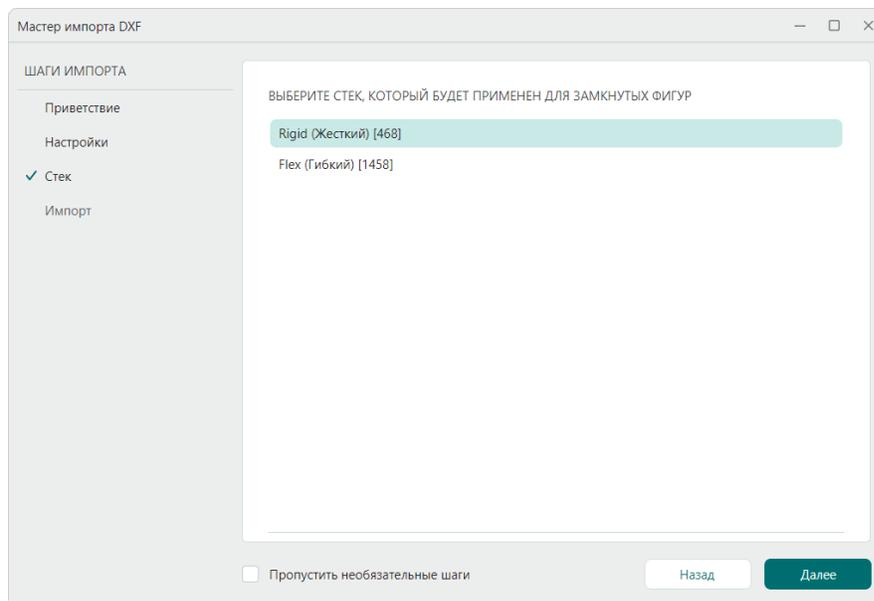

Рис. 10 Шаг мастера импорта «Стек»
7. Шаг мастера импорта DXF «Стек» доступен для работы при импорте границ платы на слой BOARD\_OUTLINE в проект с несколькими стеклами. В случае если печатная плата имеет один стек или импорт производится на другие слои, данный шаг будет пропущен автоматически, см. Рис. 10.